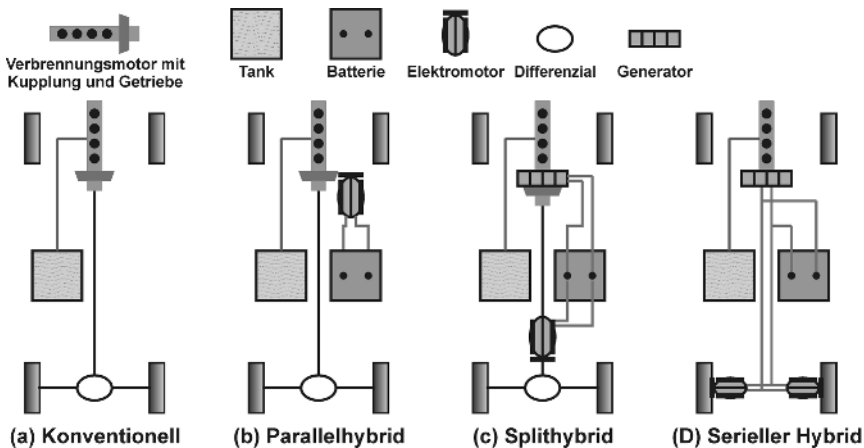

Abbildung 1.4: Vergleich eines konventionellen Autos und verschiedener Hybridautos
Ein konventionelles Auto (siehe Abbildung 1.4 a) wird von einem Verbrennungsmotor (Benzin oder Diesel) angetrieben, der aus dem Tank mit Kraftstoff gespeist wird. Der Motor treibt über ein Getriebe eine Welle an, deren Drehmoment dann über ein Differenzial (siehe unten) auf die angetriebenen Räder verteilt wird. Bei einem Hybridauto ist dies anders:
Damit ist schon klar, dass Hybridautos schwerer sind als konventionelle Kraftfahrzeuge, wesentlich komplexer und daher auch teurer. Um diese Nachteile auszugleichen, müssen Hybridautos riesige Vorteile aufweisen, ansonsten wären sie nicht konkurrenzfähig. Und in der Tat gibt es eine Reihe bemerkenswerter Vorteile! Dabei unterscheide ich drei verschiedene Typen von Hybridautos (siehe Abbildung 1.4 b bis d):
- ✓ Bei der Serien- oder Reihenschaltung beider Motoren (siehe Abbildung 1.4 d) ist der eigentliche Antrieb elektrisch. Der Verbrennungsmotor unterstützt entweder den Gesamtantrieb oder lädt die Batterie auf. Ein Vorteil dieser Anordnung besteht darin, dass der Verbrennungsmotor stets im optimalen Drehzahlbereich arbeitet, da er nichts mit dem
- ✓ Bei der Parallelschaltung beider Motoren (siehe Abbildung 1.4 b) wirken beide Motoren auf die Antriebsachse. Daher können Sie kleinere Motoren verwenden, was den Kraftstoffverbrauch und die Schadstoffemission reduziert.
- ✓ Eine Mischung der beiden Schaltungstypen (siehe Abbildung 1.4 c) wird *Mischhybrid* genannt. Sie können während der Fahrt den seriellen und den parallelen Antrieb entsprechend Ihren Anforderungen anpassen. Im einfachsten Fall lädt der Verbrennungsmotor entweder über den Generator die Batterie auf (serieller Antrieb) oder er ist mechanisch mit der Antriebswelle gekoppelt (paralleler Antrieb). Bei einem leistungsverzweigten Hybridantrieb können Sie die Leistung des Verbrennungsmotors je nach Situation variabel zwischen der direkten mechanischen Übertragung auf die Räder und der Generator-Elektromotor-Kombination aufteilen.